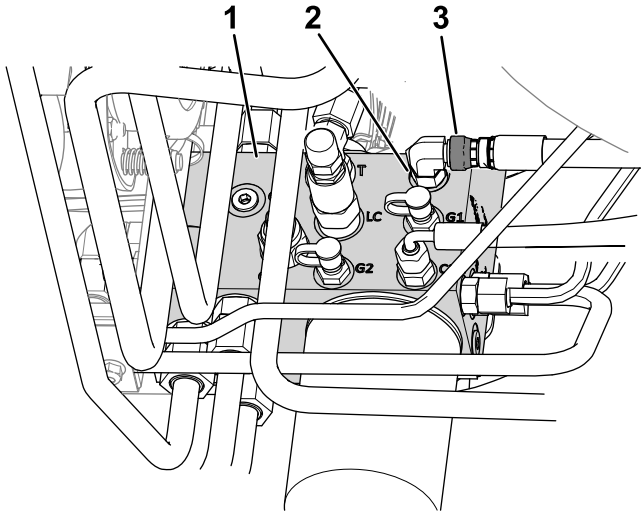

图 10
B. 松开连接到液压歧管端口 C1 的软管旋转螺母 图 10。